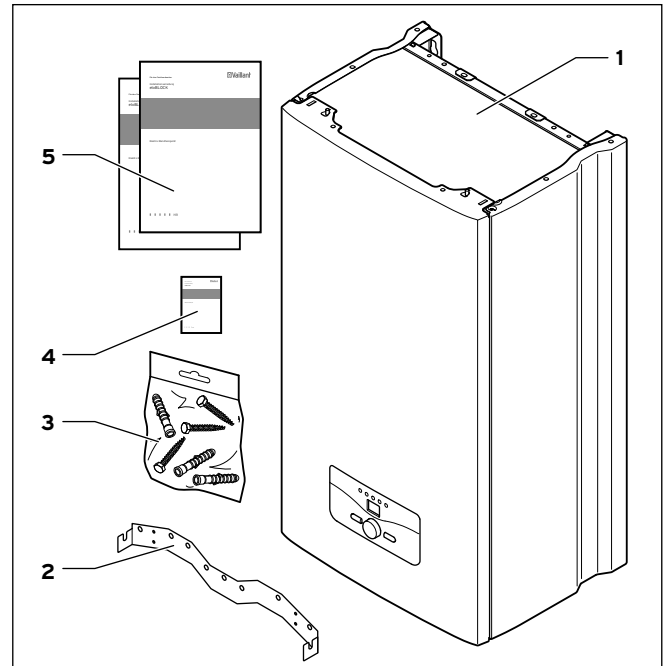

Fig. 4.1 Setul de livrare
► Verificați integritatea setului livrat și caracterul intact (→ fig. 4.1 și → tab. 4.1).